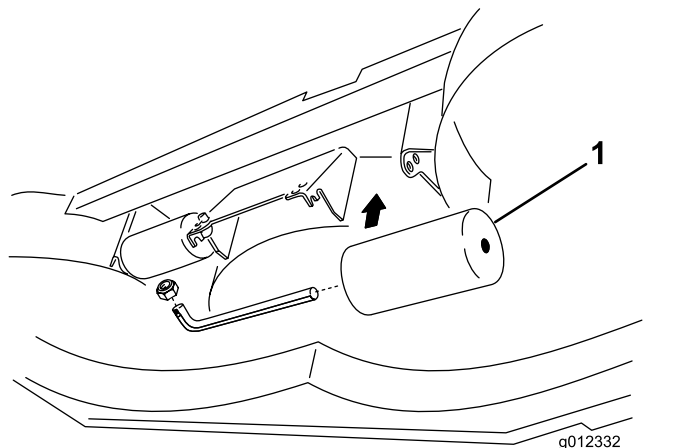

Figura 12
- Ajuste os rolos traseiros (internos) como se mostra na Figura 12.